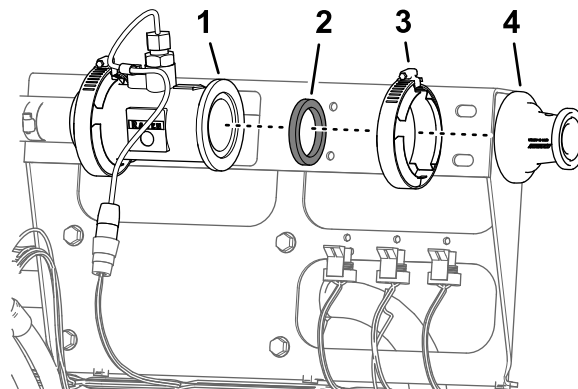

Figura 71
6. Retire la brida de fijación de 51 mm y la junta de 38 mm que sujetan la brida del adaptador a la brida del caudalímetro (Figura 71).